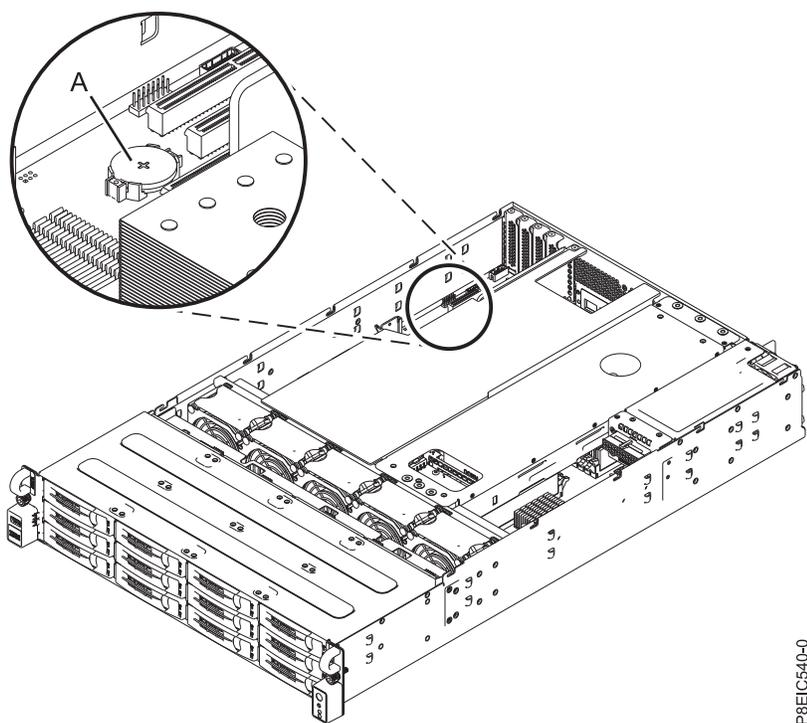

Figura 106. Local da Bateria do Relógio
2. Se adaptadores PCIe estão nos slots 2 e 3, o bloqueio da bateria do relógio (**A**), conforme mostrado na Figura 106, rotule e remova os adaptadores. Para obter instruções, consulte “Removendo um adaptador PCIe do 8348-21C” na página 39.
3. Remova e substitua a bateria do relógio (**A**), conforme mostrado na Figura 106. Ao remover a bateria, não utilize uma ferramenta metálica para desencaixá-la de seu slot. A orientação do + da bateria está ativa.